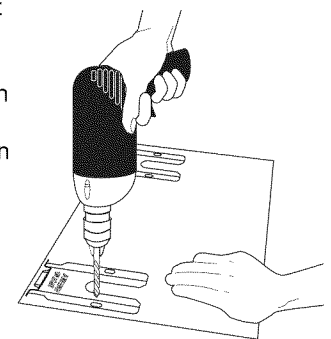

Fig. 6
- b. **Perçage d'avant-trous et fixation du support** - Percez un avant-trou de 0,3 cm (1/8 po) à l'endroit où les vis seront insérées (Fig. 6). Si le support doit être monté sur le mur, percez les avant-trous dans un angle descendant d'environ 20°. Si le support doit être installé sur un plancher en béton ou en céramique, percez des avant-trous de 0,5 cm (3/16 po) et d'une profondeur de 4,5 cm (1-3/4 po). Les vis fournies peuvent être utilisées dans le bois ou dans le béton. Servez-vous d'un tournevis à douille de 5/16 po ou d'un tournevis à lame plate pour viser le support.